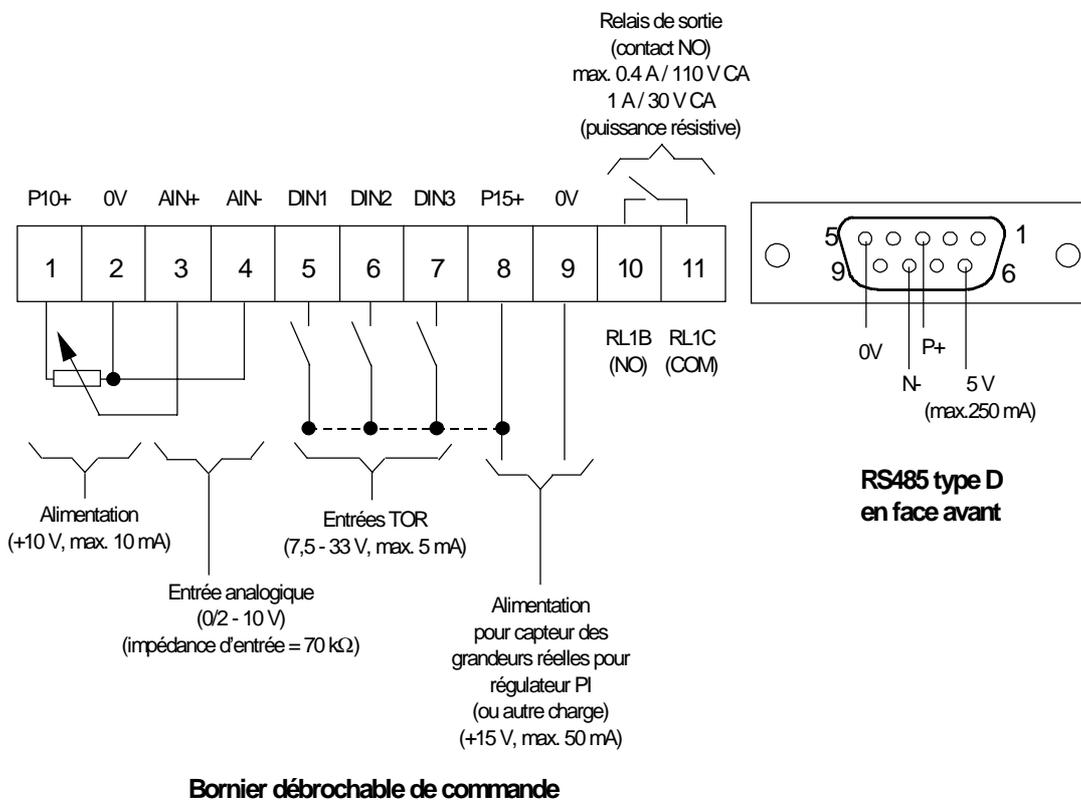
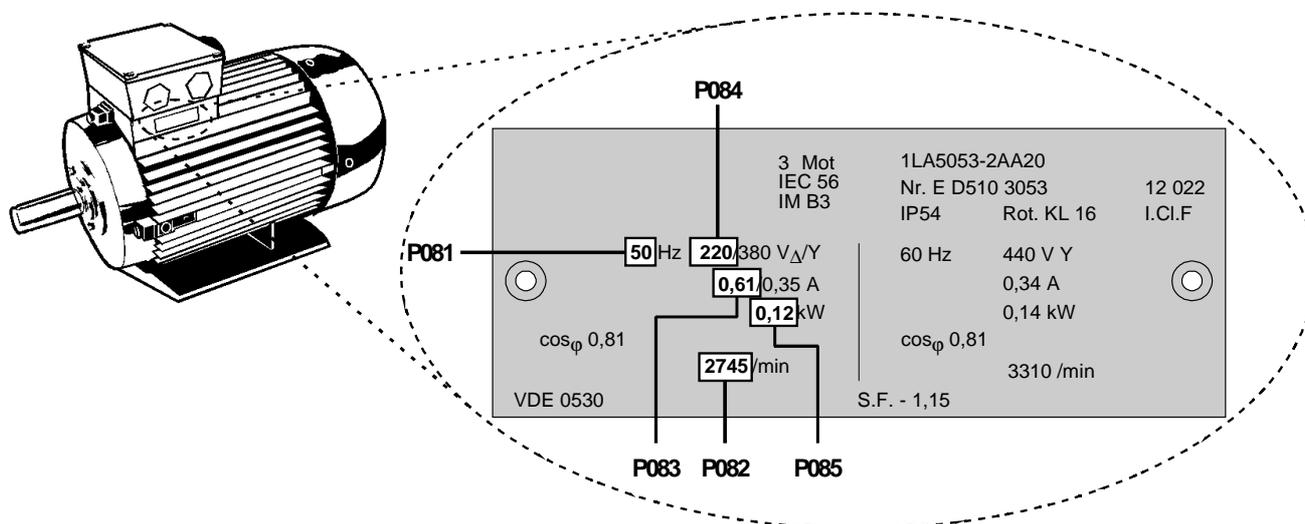

Figure 6: Branchement des circuits de commande
Figure 10: Exemple de plaque signalétique de moteur
- (1) Le variateur ne comporte pas d'interrupteur secteur; il est par conséquent sous tension dès qu'il est relié au réseau. Il attend, sortie désactivée, l'actionnement du bouton MARCHE ou un signal numérique MARCHE sur la borne 5 (marche à droite) ou sur la borne 6 (marche à gauche) - voir paramètres P051 à P053.
- (2) Lorsque la fréquence de sortie est sélectionnée pour l'affichage (P001 = 0), la consigne correspondante est affichée toutes les 1,5 secondes environ lorsque le variateur est à l'arrêt.
- (3) Le variateur est programmé en usine pour les applications standard avec moteurs standard NORD quatre pôles. En cas d'utilisation d'autres moteurs, il est nécessaire d'entrer les caractéristiques de la plaque signalétique du moteur dans les paramètres P081 à P085 (voir figure 10). **Remarque que l'accès à ces paramètres est uniquement possible lorsque P009 est réglé sur 002 ou 003.**
- (1) Branchez un simple interrupteur entre les bornes de commande 5 et 8 pour préréglé le moteur pour la rotation dans le sens des aiguilles d'une montre (valeur par défaut).
- (2) Mettez le variateur sous tension. Réglez le paramètre P009 sur 002 ou 003 pour permettre de régler tous les paramètres.
- (3) Réglez le paramètre P006 sur 000 pour spécifier la valeur de consigne numérique.
- (4) Réglez le paramètre P007 sur 000 pour spécifier une entrée TOR (c.-à-d. DIN1 (borne 5) dans ce cas) et activez les commandes en face avant.
- (5) Réglez le paramètre P005 sur la consigne de fréquence souhaitée.
- (6) Réglez les paramètres P081 à P085 sur les valeurs de la plaque signalétique du moteur (*voir figure 10*).
- (2) Branchez un potentiomètre 4,7 kΩ sur les bornes de commande comme indiqué à la figure 6 ou branchez la broche 2 (0V) sur la broche 4 et appliquez un signal 0 - 10 V entre la broche 2 (0V) et la broche 3 (AIN+).
- (3) Remettez le variateur sous tension. Réglez le paramètre P009 sur 002 ou 003 pour permettre de régler tous les paramètres.
- (4) Réglez le paramètre P006 sur 001 pour spécifier la valeur de consigne analogique.
- (5) Réglez le paramètre P007 sur 000 pour spécifier l'entrée numérique [c.-à-d. DIN1 (borne 5) dans ce cas] et désactivez les commandes en face avant.
- (6) Réglez les paramètres P021 et P022 pour spécifier les valeurs minimum et maximum de la fréquence de sortie.
- (7) Réglez les paramètres P081 à P085 sur les valeurs de la plaque signalétique du moteur (*voir figure 10*).